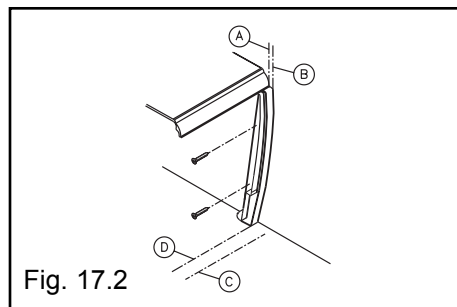

Fig. 17.2
Align the apron extension with line B and slide the extension towards the interior up to line D. Once the extension is aligned, attach it to the wall using the screws included. Fig. 17.2.
Aligner l'extension du tablier avec la ligne (B) et faire glisser l'extension vers l'intérieur jusqu'à la ligne D. Une fois l'extension alignée, la fixer au mur avec les vis incluses. Fig. 17.2.
Alinear la extensión del faldón con la línea (B) y deslizar la extensión hasta la línea D hacia el interior. Cuando la extensión quede alineada, fijarla a la pared con los tornillos suministrados. Fig. 17.2.